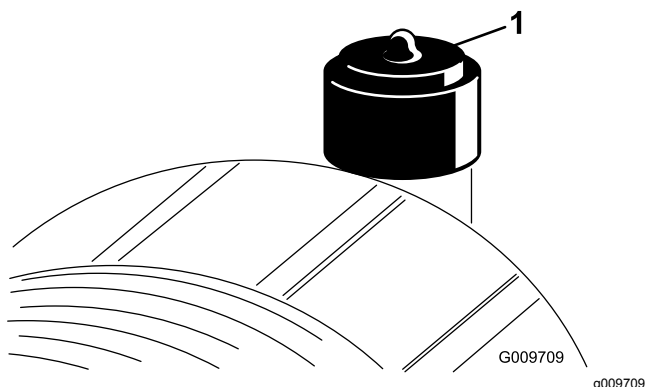

図 52
エアクリーナのフィルタの整備は、インジケータ図 52 が赤色になってから行ってください。早めに整備を行っても意味がありません。むしろフィルタを外したときにエンジン内部に異物を入れてしまう危険が大きくなります。
2. インジケータ図 52 が赤になっている場合はリセットする。